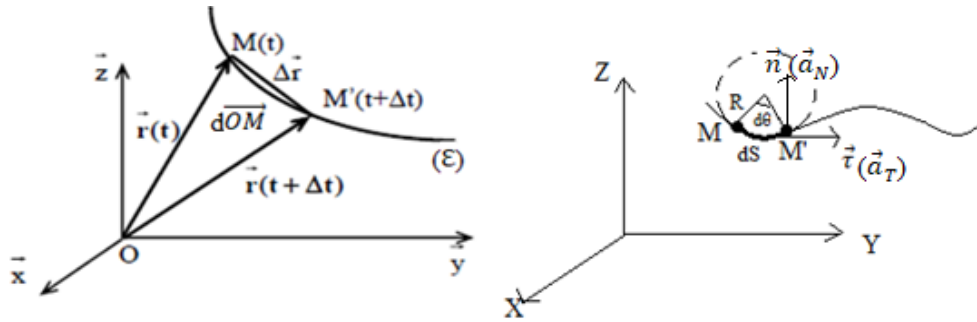

Figure IV.4
Soit un repère fixe R(O, x, y, z) et une trajectoire quelconque curviligne (E), M est un point appartenant à cette trajectoire à un instant (t) et M' est un point appartenant à cette même trajectoire à un instant (t + Δt) voir Figure IV.4.